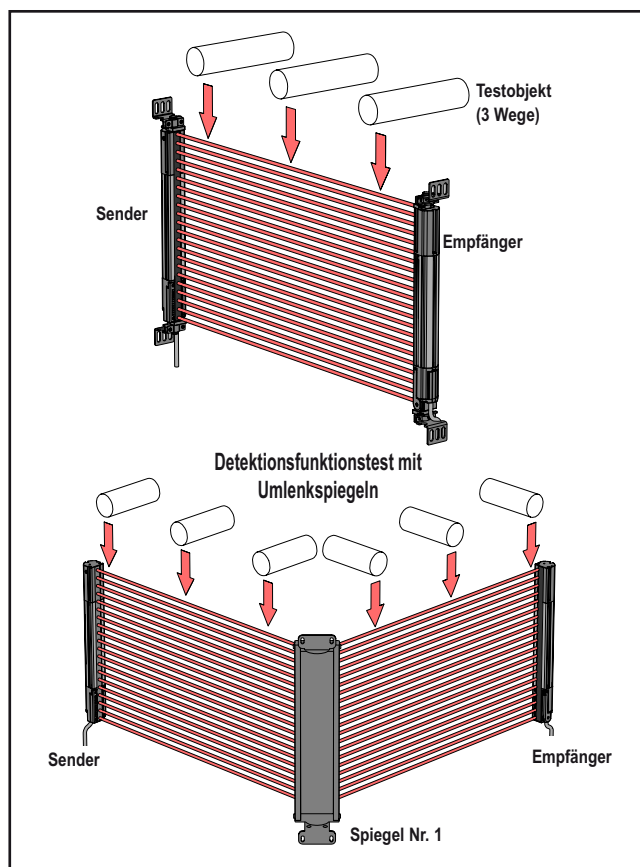

Abbildung 3-18. Detektionsfunktionstest an EZ-SCREEN LP
3. Führen Sie das spezifizierte Testobjekt auf drei Wegen durch den definierten Bereich: in der Nähe des Senders, in der Nähe des Empfängers und auf halbem Weg zwischen Sender und Empfänger (Abbildung 3-18).
Wenn Spiegel verwendet werden: Testen Sie den definierten Bereich in jedem Abschnitt des Erfassungswegs (z. B. vom Sender zum Spiegel, zwischen Spiegel und Empfänger, siehe Abbildung 3-18).